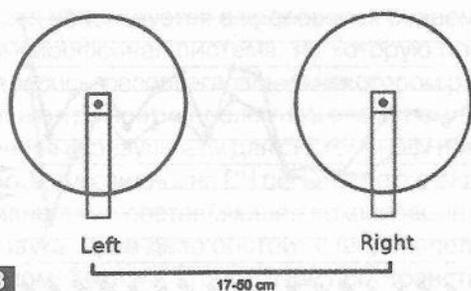

Рис.3
**AB-stereo** – система из двух микрофонов, разнесенных в пространстве так, что их акустические оси параллельны (рис.3), а расстояние между капсулами может лежать в пределах от 17 до 50 см. Чаще всего используются кардиоидные или ненаправленные микрофоны. Для исследо-